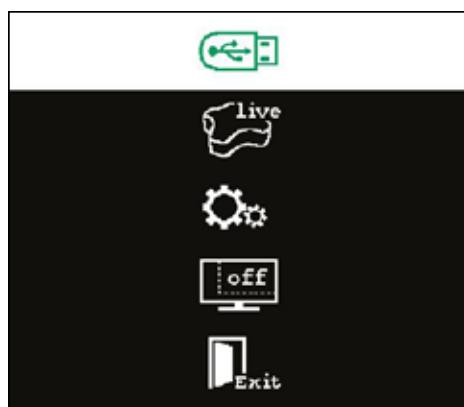
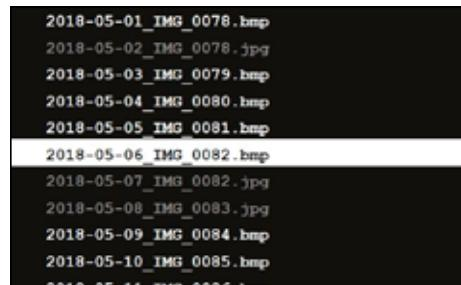

Fig. 20
Fig. 21
- ⇒ Selecionar o pen-drive USB no menu principal Split Screen (Fig. 20) ou no submenu Split Screen (Fig. 21).
- ⇒ No submenu Split Screen (Fig. 21), selecionar o item screen shot.